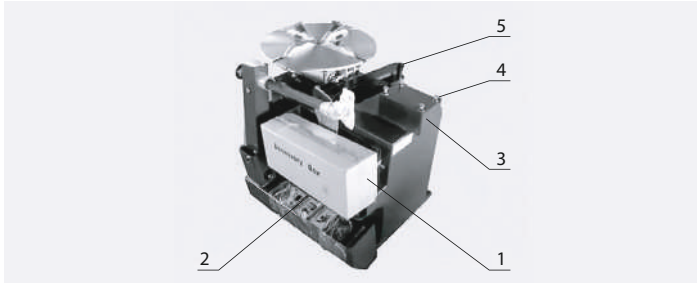
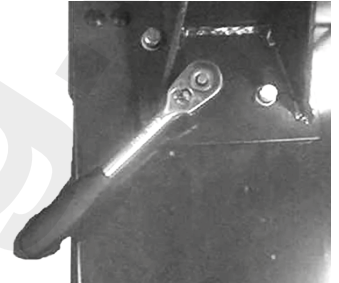
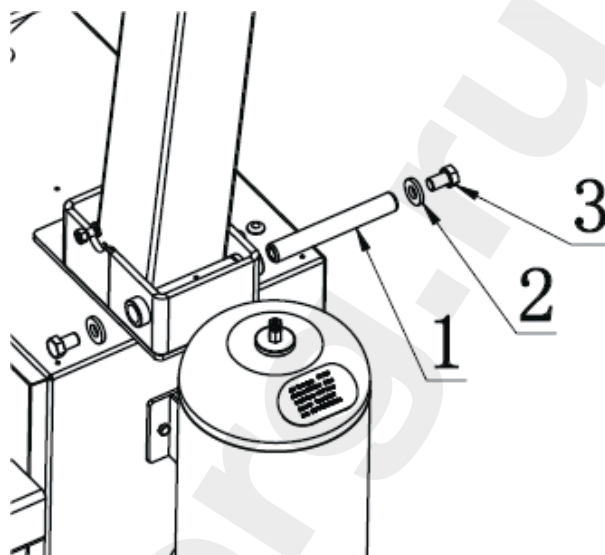

Рис. 8-1
Рис. 8-2
Рис. 8-6
Снимите коробку и достаньте коробку с аксессуарами (1), нож отрыва борта шины (5) и стойку в сборе (2) (см. рис. 8-1). Зафиксируйте корпус.
Установите снятые болты, пружинную и плоскую шайбы (рис. 8-1) обратно. Затяните болты с усилием 70 Н·м (рис. 8-2), используя динамометрический гаечный ключ.
Выровняйте колонну так, чтобы проушины в нижней части колонны совпадали с проушинами седла на корпусе станка. Далее вставьте палец (рис. 8-6, поз. 1) в проушину, затем наденьте шайбы (рис. 8-6, поз. 2) и болты (рис. 8-6, поз. 3) с обеих сторон оси для крепления. Затяните болты с усилием 70 Н·м (рис. 8-2), используя динамометрический гаечный ключ.